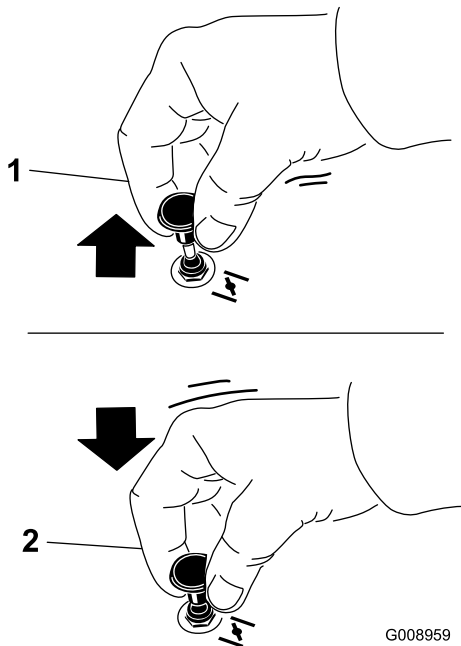

Figura 12
2. Tire hacia arriba del mando para activar el estérter antes de girar la llave del contacto (Figura 12).
3. Presione hacia abajo el control del estérter para desactivar el estérter después de que el motor arranque (Figura 12).